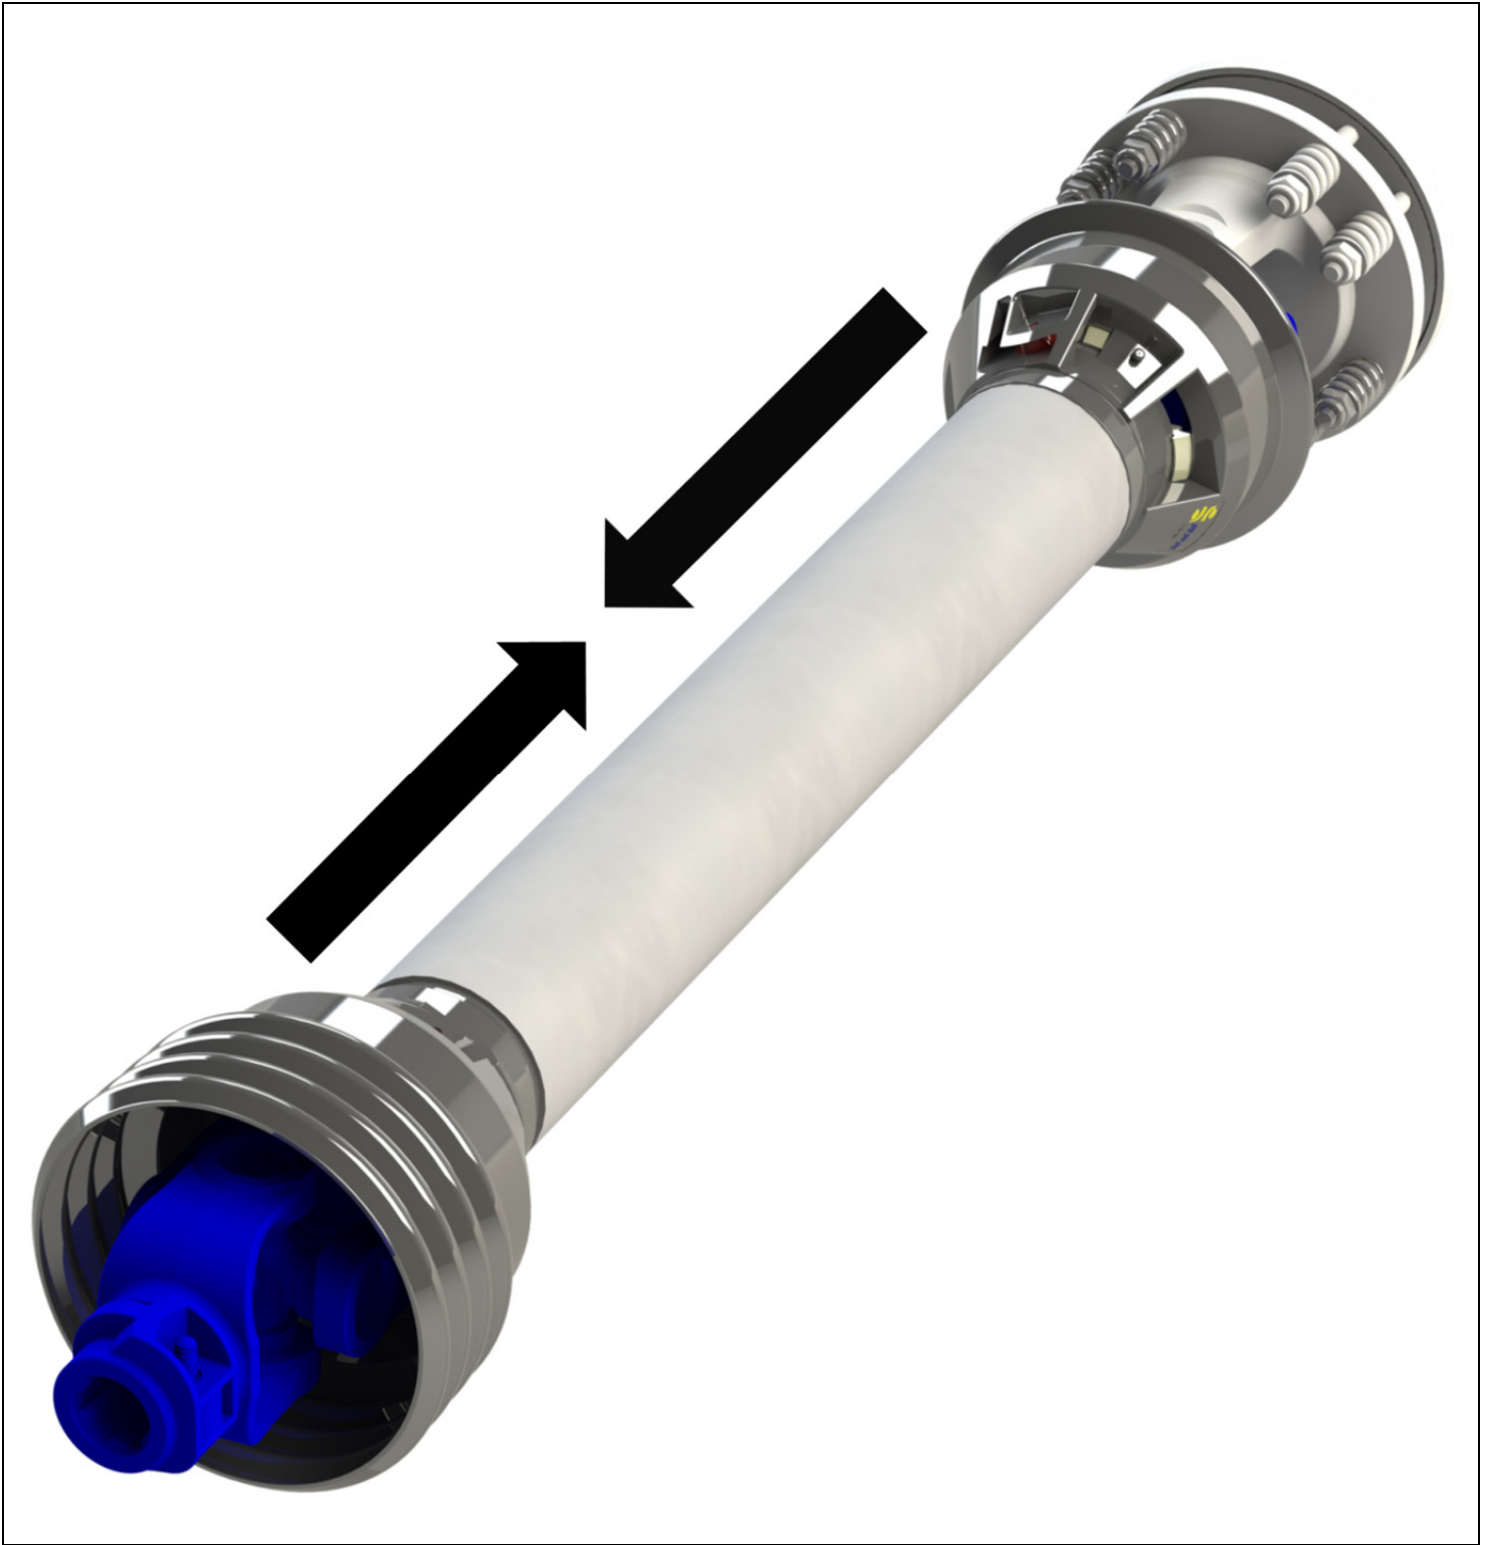

Figura 29. Paso 6 de Desmontaje
6. Cuando los clips de los cojinetes estén trabados, proceda a unir los dos extremos del eje de transmisión. La imagen de un eje de transmisión montado se muestra en la *Figura 29* a continuación.